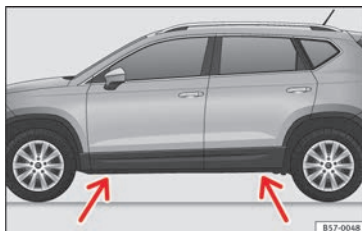

Fig. 73 Traversa: segni.
- Individuare nel longherone il punto di appoggio del cric (zona avvallata) più vicino alla ruota da sostituire » » » fig. 73.